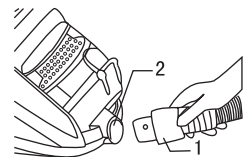

图2
- 如图2,将软管末端(图2/1)沿水平方向插入机体风道入口处(图2/2),注意两个突起部位的对位,推到底部时右旋手柄组件,可听见“咔”的卡位声,即软管组件已经装配到位。